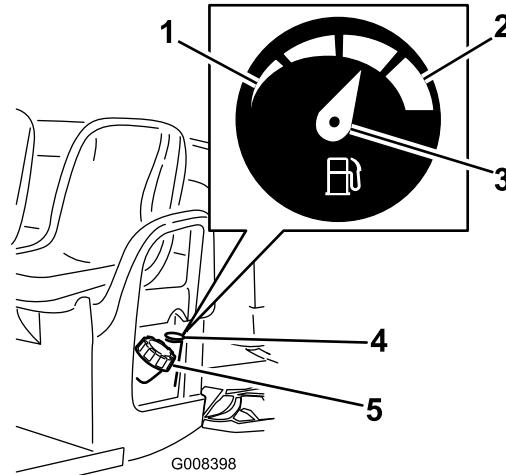

Figura 13
- Limpe a zona em torno do tampão do depósito de combustível (Figura 13).